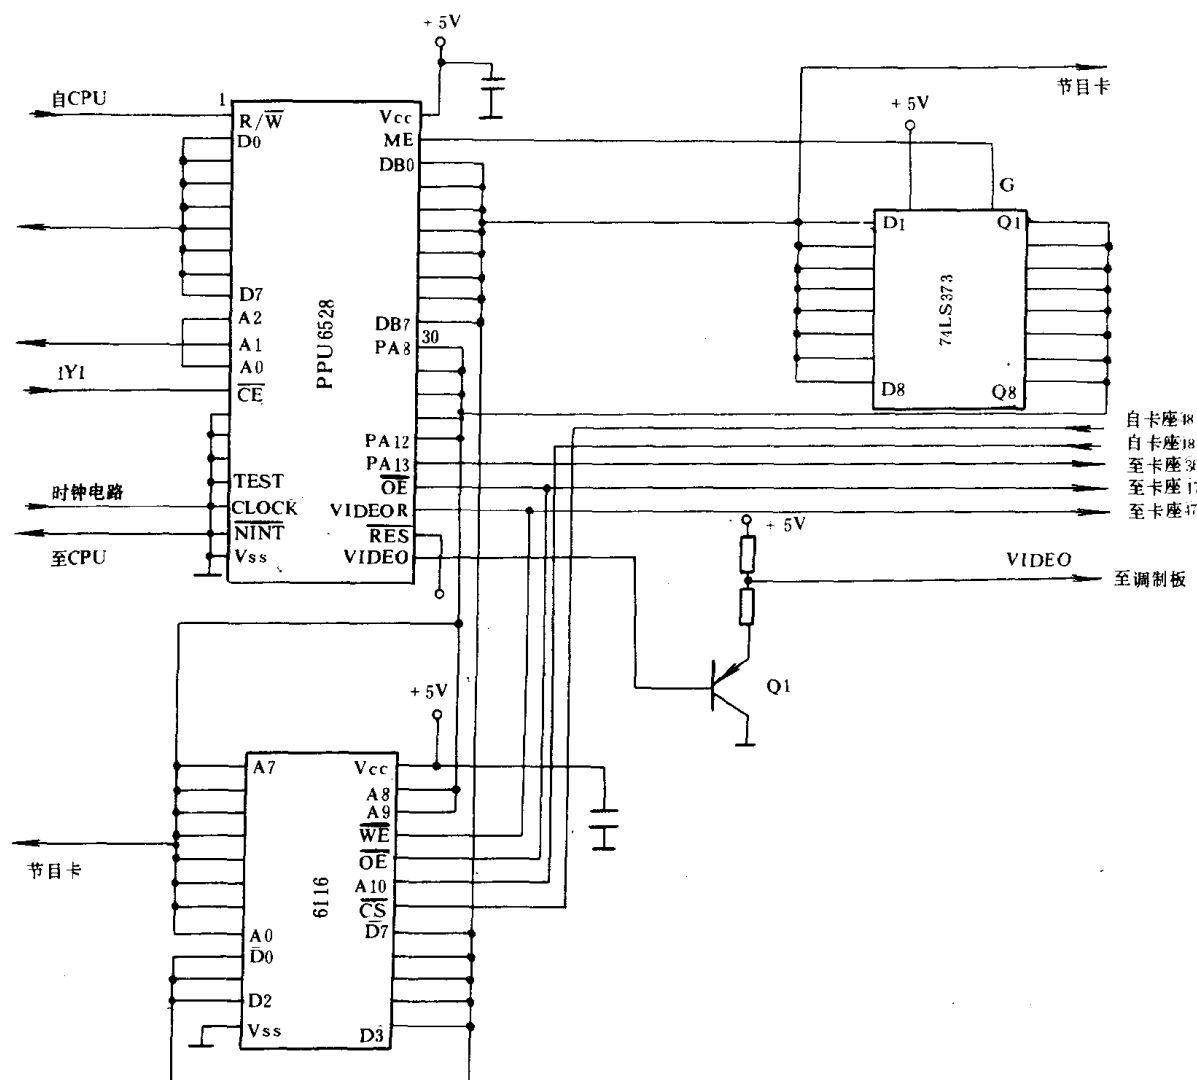
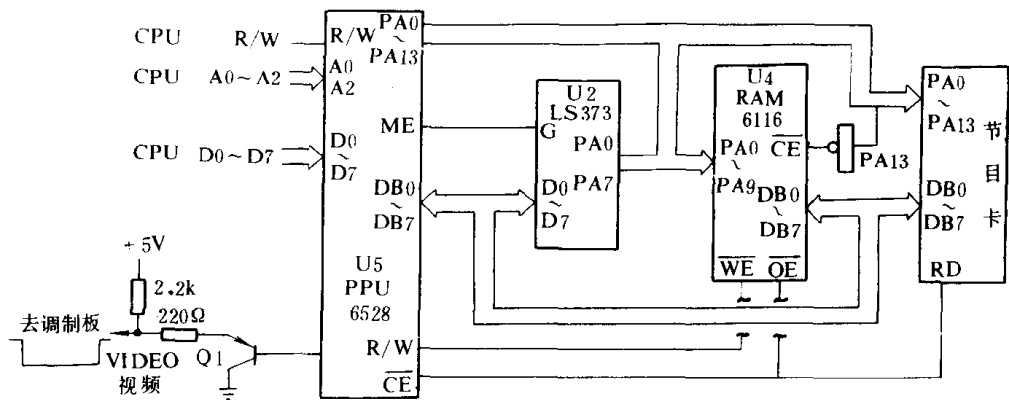

图 3.4.1 任天堂游戏机图象处理器电路
图 3.4.2 “IQ-301 小天才”图象处理器电路
图 3.4.1 所示电路是任天堂游戏机(8 位)中的图象处理器电路图。由 CPU 处理过的数据信号,是不能让电视机直接显示出图象的。由 CPU 送来的控制命令、图象数据到达 PPU 以后,必须经过 PPU 内部加工处理,进行 D/A 转换,变成模拟信号,电视机才能显示出图象。另一方面,由于“游戏”的需要,图象处理器电路内部还设置了具有存取功能的随机存取存贮
图 3.4.2 所示电路是“IQ-301 小天才”机型中的图象发生器逻辑原理图。“小天才”游戏机是台湾产品,它的图象处理系统直接产生 PAL 制电视信号,时钟频率为 21.47727MHz。图 3.4.2 中 U5 为视频处理器,U2 为 VRAM、VROM 的地址锁存器 74LS373,U4 为 VRAM6116(随机存取器),节目卡中另一片为象素 VROM(视频只读存取器)。PPU 将 CPU 送来的图象信息数据信号加工成地址信号用以做为 VRAM 和 VROM 的地址(DB0~DB7 输出时作为地址,输入时作为数据),PA13 为 VRAM 的选通信号,VROM 的选通信号为 RD。VRAM 的地址为 0000~1FFF,VROM 的地址为 2000~3FFF,有效地址各为 64K。VRAM 的允许输出 OE 由 PPU6528 的 CE 控制,它决定了 VRAM 与 VROM 只能与 PPU 通讯。当 PPU 的 ME=1 时,则它的 DB0~DB7 为低 8 位地址信号;当 ME=0 时,74LS373 锁存,此时 DB0~DB7 为数据线,通过 PPU 将
管脚③VIDEO 为视频信号输出端口,单向输出。PPU6528 从游戏卡 VROM 读出 8 位并行数据,从管脚③~⑧进入 PPU,经 PPU 内部变换和并/串转换后,由端口③输出 PAL-D 制式电视视频信号,并经图 3.4.1 中的 Q1 放大后送往调制板。管脚④RESET 为复位端,低电平有效,实际使用时,不需要复位,与 V_{DD} 相接。管脚⑤VIDEO R/ $\overline{W}$ 为视频信号读/写控制信号输出端,单向输出,它和 VRAM 6116 的 $\overline{WE}$ 端、节目卡插座第⑦脚的 R/ $\overline{W}$ 相连,作为它们的控制信号。管脚⑥ $\overline{OE}$ 为允许视频信号输出控制端,亦为单向输出,和 VRAM6116 的 $\overline{OE}$ 端、节目卡插座的⑦脚 $\overline{OE}$ 相连,它们与管脚⑤VIDEO R/ $\overline{W}$ 控制信号一起共同控制 VRAM 6116 的读/写以及游戏节目卡中 VROM 的数据读出。管脚⑦~⑩PA13~PA8 为 PPU 的地址线,它们与 PPU6528 的管脚③~⑧DB7~DB0 组成 PPU 的 14 根地址线,其中 PA13 信号经三态输出门反相,送往 VRAM6116 和节目卡 VROM 的片选端 $\overline{CE}$,作为它们的选通信号,当 $\overline{CE}=0$ 时,PPU6528 可与被选中的 VRAM6116 或 VROM 中已被寻址的存贮单元进行信息交换。所以,由于 $2^{13}=8192$,PA14~PA18 的寻址能力为 8KB,当 PA14~PA18 地址线输出地址编码信号时,将对 VRAM6116 和节目卡 VROM 进行寻址。管脚③~⑧DB7~DB0 既是地址线,又是数据线,它们既可作为 PPU6528 的地址输出线(单向),又兼作与 VRAM6116 和 VROM 之间的数据传输线,进行双向输入/输出。地址锁存器 74LS373 的使能端 G 受到 PPU6528 的管脚⑨ME 的控制,当 ME=1 时,DB0~DB7 作为 PPU 的地址输出线使用,DB0~DB7 输出信号加到 74LS373 的 D1~D8(图 3.4.2 中的 D0~D7)的输入端上,由输出端 Q1~Q8 输出;当 ME=0 时,74LS373 的 Q1~Q8 将原来由 DB0~DB7 输出的地址信号锁存,此时 DB0~DB7 可作为数据传输线使用,所以管脚⑨ME 为 PPU 的地址锁存信号输出端,控制 74LS373 的使能端。管脚⑩ V_{DD} 为 PPU 的电源端,输入 +5V 电源。